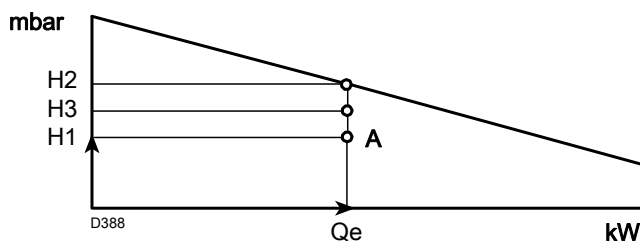

图 3
- 4 从点 A(图 3)画一条垂直线，并找到出力范围的最大压力 H2。
如果 H3 高于 H1(图 3)，则燃烧器可以达到所需出力。